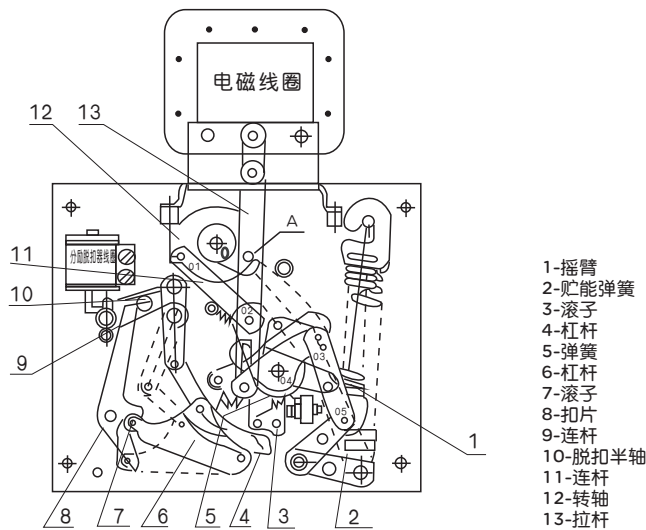

图8 操作机构原理图
□ 操作机构(见图8)断路器(限流断路器)的操作机构采用弹簧贮能完成闭合,使其触头闭合速度与操作速度无关,操作机构是由脱扣器,贮能弹簧,连杆、摇臂等组成,操作机构具有贮能再扣、闭合,断开三种性能。